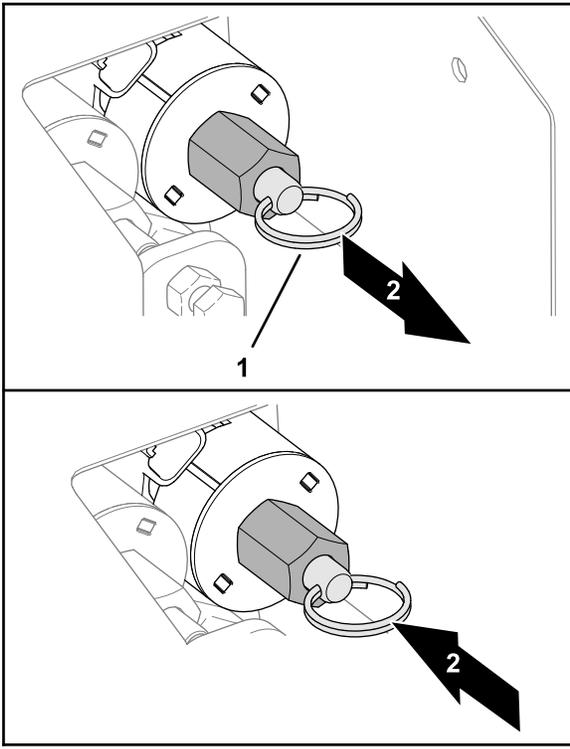

图 31
- 要降低料斗(图 31)请向上拉阀杆上的环。
- 要升起料斗图 31 请用力推阀杆上的开口环。